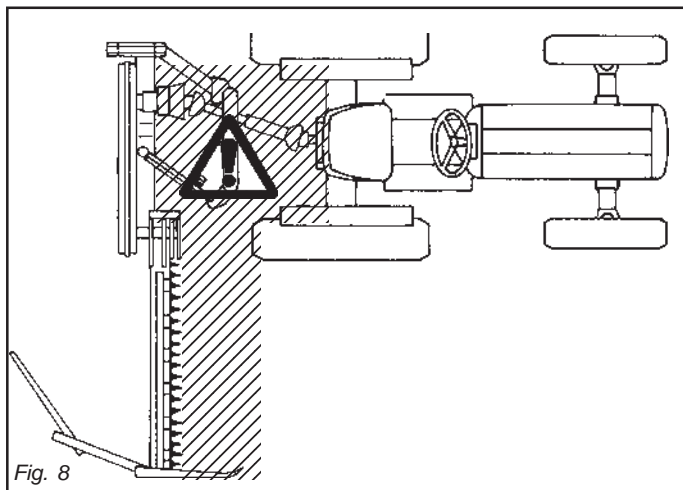

Fig. 8
- 29) Il est absolument interdit de se mettre entre le tracteur et l'appareil (Fig. 8) quand le moteur est en marche et le cardan enclenché, sans avoir tiré le frein de stationnement et bloqué les roues avec une cale ou un caillou.
- 33) Il est absolument interdit de se mettre entre le tracteur et l'attelage pour manoeuvrer la commande de relevage de l'extérieur (Fig. 8).